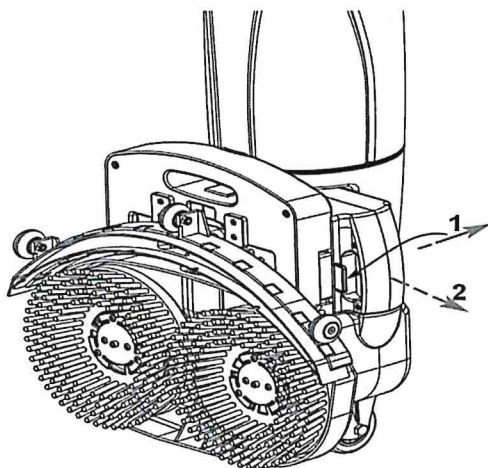

Abbildung 6-7
1. Ziehen Sie den Batterieabzieher in Richtung 1 bis zum Ende, wie in Abbildung 6-7 gezeigt.
2. Ziehen Sie den Akku in Richtung 2, wie in Abbildung 6-7 dargestellt.